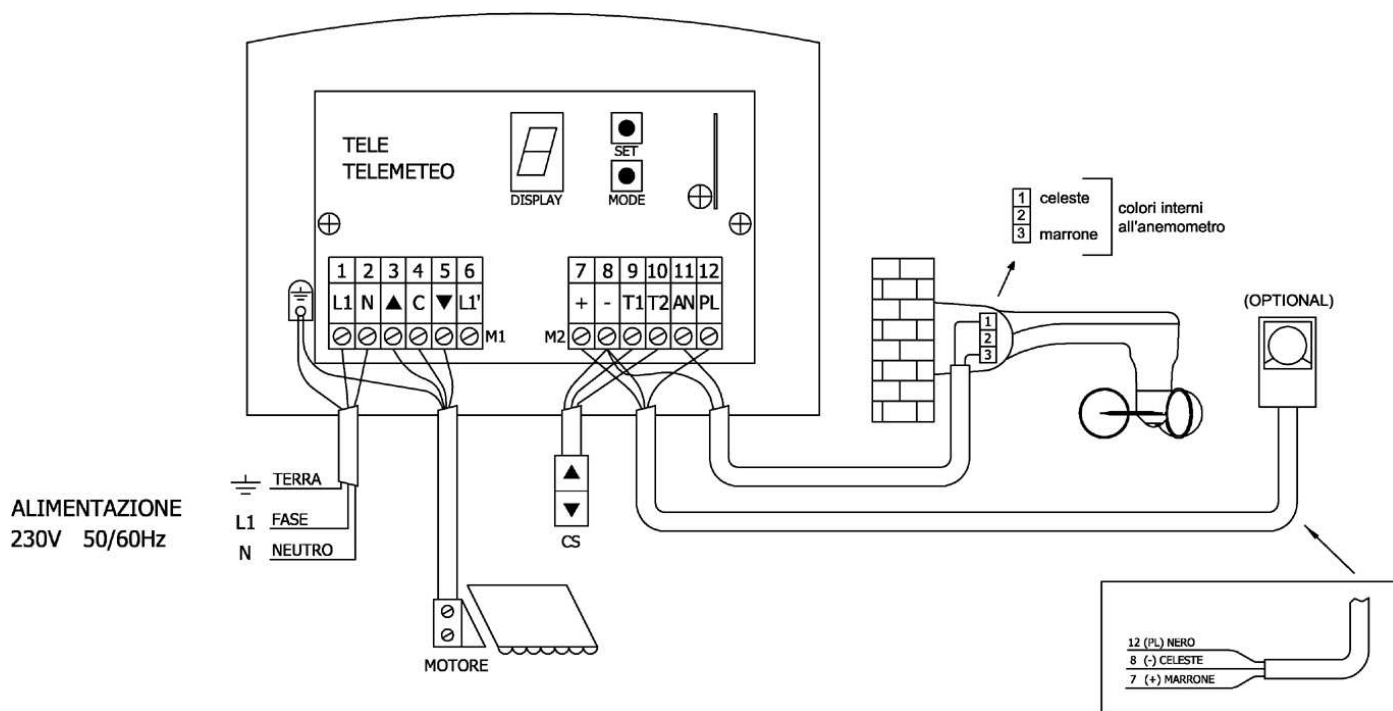

FIG. 3
- Eseguire i collegamenti elettrici come mostrato nelle figure 3 e 7: i cavi devono entrare dalla parte inferiore del box, attraverso gli appositi passacavi in corrispondenza delle morsettiere.
- Non lasciare i fili lunghi all'interno del box, per evitare che premano sulla scheda ostacolando il corretto raffreddamento dei componenti elettronici, specialmente d'estate quando la temperatura dell'aria potrebbe salire anche a 40 °C (vedere figure 3 e 7).